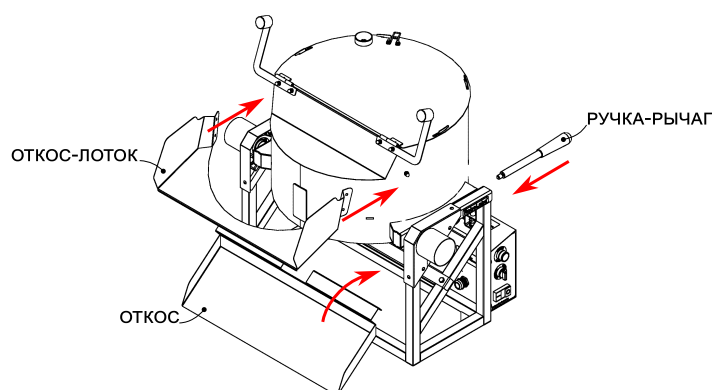

Рисунок 5: Установка откосов и ручки
7. Установите на изделие **откос, откос-лоток, и ручку-рычаг**, как показано на Рис. 5.